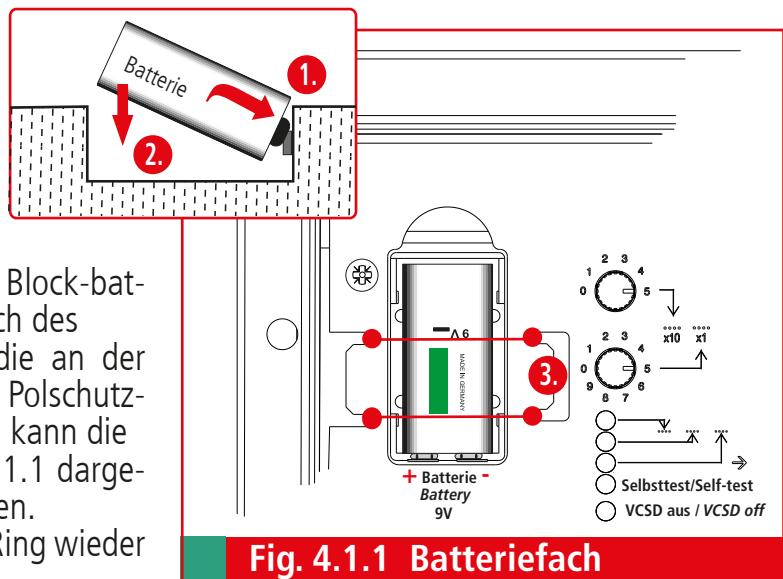

Fig. 4.1.1 Batteriefach
- ☞ Zum Entnehmen der Batterie, zuerst O-Ring entfernen und dann die Batterie herauskippen (Beachte hierzu Fig. 4.1.1, Seite 11).
Im Auslieferungszustand befindet sich die Block-batterie 9 V (Art.-Nr. 911 009) im Batteriefach des VCSD. Vor der Inbetriebnahme muss die an der Batterie (Anschlusspole +/−) angebrachte Polschutz-abdeckung entfernt werden. Erst danach kann die Batterie ordnungsgemäß wie in Fig. 4.1.1 dargestellt eingelegt bzw. angeschlossen werden.
Zum Sichern **3.** der Batterie muss der O-Ring wieder angebracht werden (siehe Fig. 4.1.1).